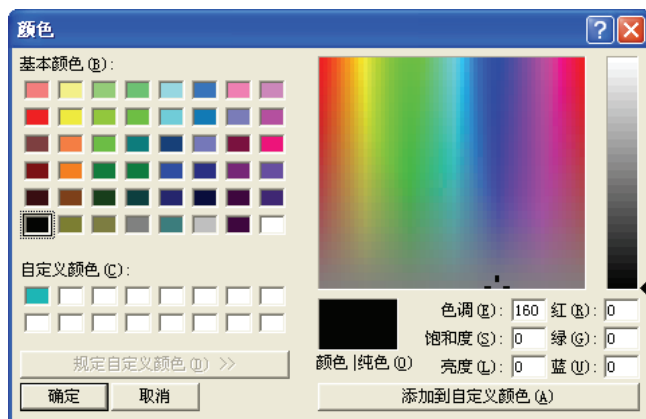

图 6-39 “颜色”对话框
(2) 单击  按钮，各层将显示默认的颜色设置，如图 6-39 所示。单击  按钮，各层将显示经典的颜色设置。通常各层的颜色采用经典的颜色设置。